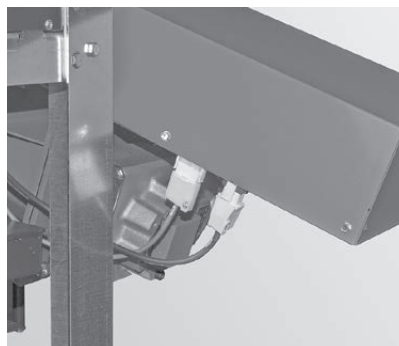

Fig. 192 Inserire le spine del quadro di comando 2 nell'elemento di chiusura
- ▶ Inserire le due spine (a 4 e 6 poli) del quadro di comando 2 nell'elemento di chiusura – Fig. 192.